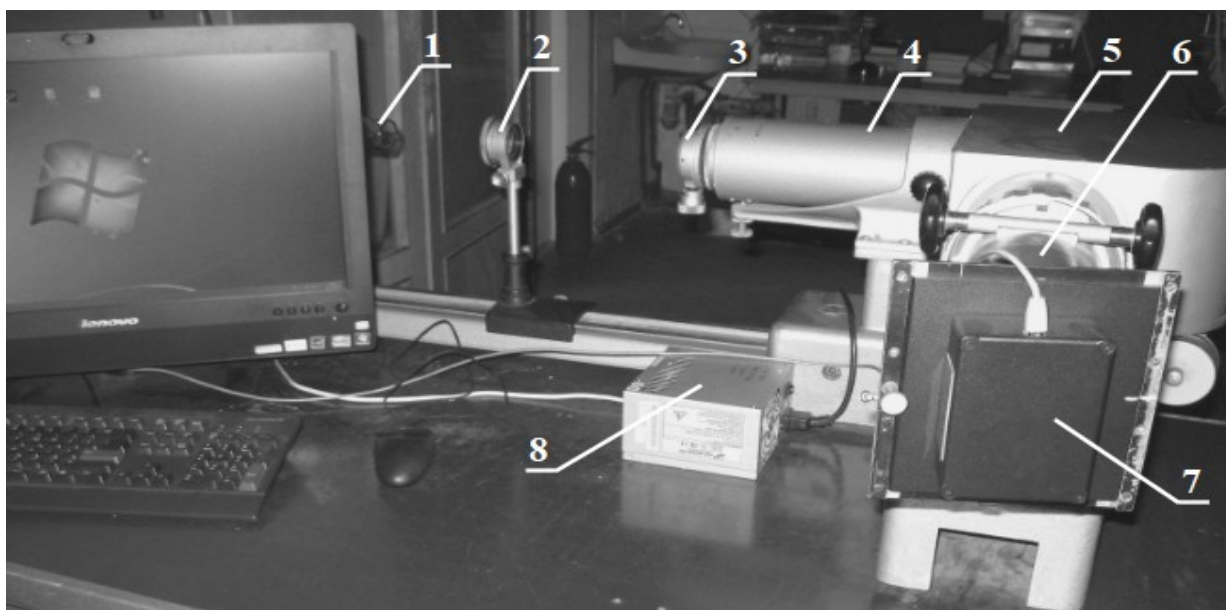
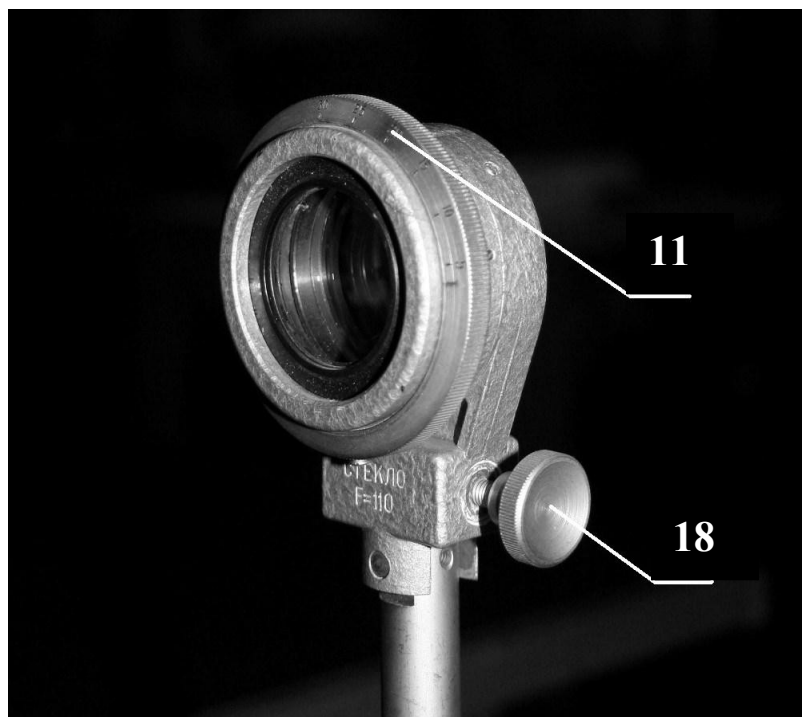

Рис. 1
Рис. 3
Спектр излучения неона регистрируется на призмном спектрографе ИСП-51 при помощи фотоэлектрической кассеты (7, рис.1), подключенной к
компьютеру. Источником света служит спектральная лампа (1, рис.1) с полым катодом, заполненная неоном. Блок питания (8, рис.1) спектральной лампы включается тумблером справа (9, рис.2), на что указывает свечение светодиода слева (10, рис.2). Между лампой (1, рис.1) и входной щелью спектрографа (3, рис.1) установлен линзовый конденсор (2, рис.1). С помощью конденсора строится изображение (повернутое на 180° вокруг оптической оси, т.е. перевернутое) светящейся области лампы на входной щели спектрографа. Конденсор имеет ирисовую диафрагму, диаметр которой можно регулировать с помощью накатного кольца (11, рис.3) со шкалой.
3. Конденсор должен быть установлен так, чтобы он фокусировал свет спектральной лампы *точно* на входную щель спектрографа. Необходимо, передвигая конденсор вдоль рельса, найти такое его положение, при котором на входной щели виден круг с *чёткой* границей. Это лучше делать при наибольшем диаметре ирисовой диафрагмы, который регулируется с помощью накатного кольца (11, рис.3).
2. Установить минимальный диаметр ирисовой диафрагмы конденсора, повернув до упора накатное кольцо (11, рис.3). Наблюдение спектра следует начинать с наименьшей интенсивности сигнала.
накатного кольца (11, рис.3), чтобы в обоих окнах были видны линии с интенсивностью порядка 1000-2500.
11. Снова установить минимальный диаметр диафрагмы конденсора (11, рис.3), далее нажать кнопку «Стоп» , нажать на пункт меню «Режим» → «Спектр», затем в панели «Установки» указать время накопления, выбранное в пункте 8.
б) Аналогично зарегистрировать и сохранить второй спектр при диафрагме, открытой на 10 мм (значение на шкале накатного кольца 11, рис.3), третий – при диафрагме открытой на 30 мм (максимально открытой).